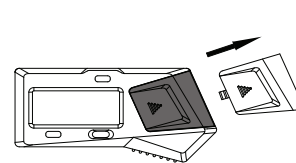

fig.1
---Retire la tapa de la batería (fig. 1)